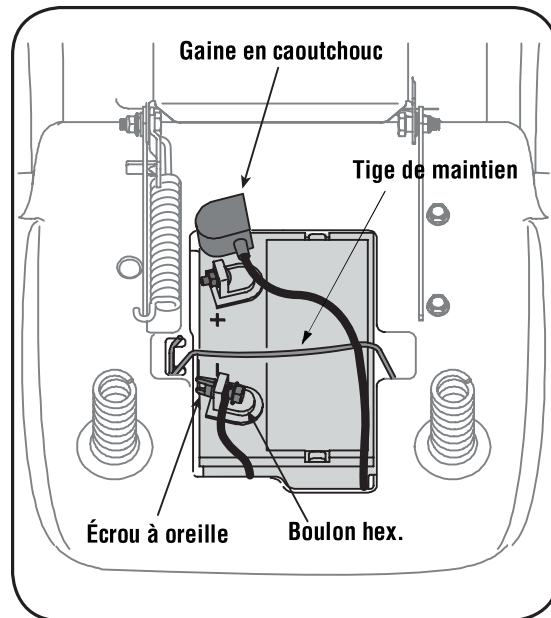

Figure 3-1
- Assurez-vous la barre de maintien est sur la batterie. Voir la Figure 3-1.